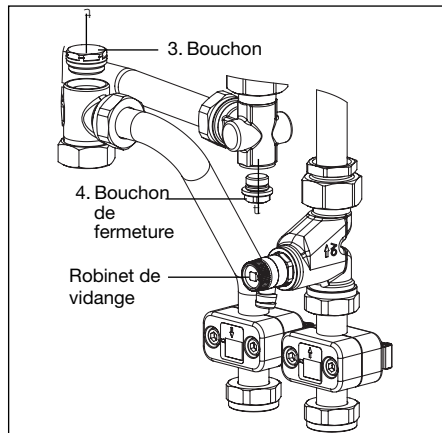

Fig. 6.9 Démontage des composants 1341271/ 1341274
2. Vidanger la station d'appartement «Regudis W» complète (par ex. à l'aide du robinet de vidange fig. 6.9).